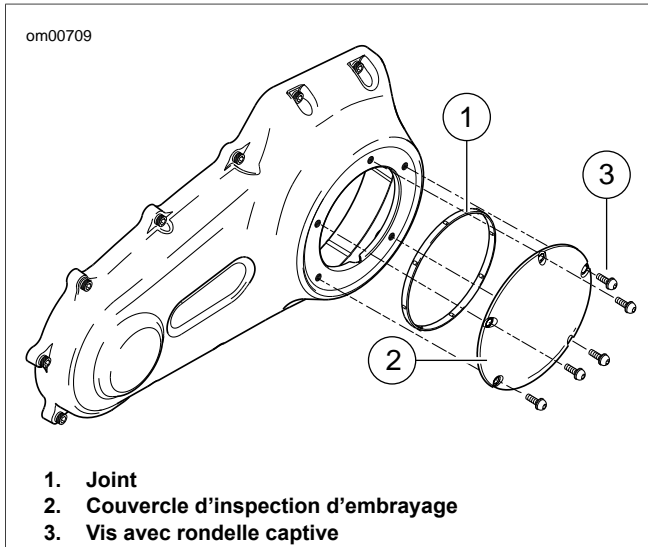
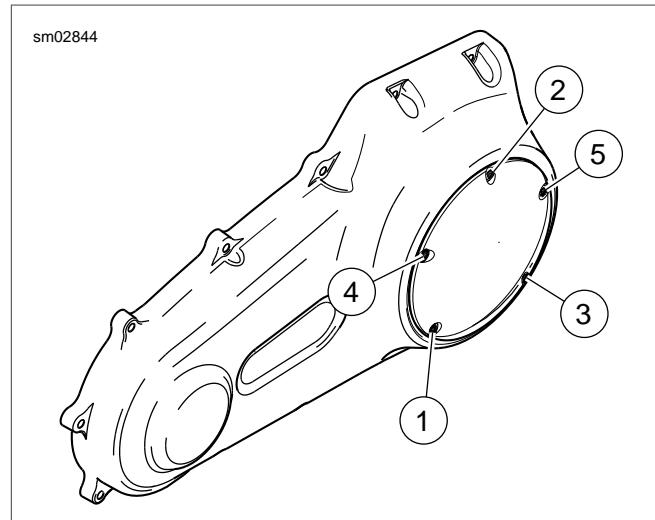

Figure 1-9. Couvercle d'embrayage
Figure 1-10. Séquence de serrage de couvercle d'embrayage
7. Voir Figure 1-9. Retirer les vis et les rondelles captives (3) pour enlever le couvercle d'inspection d'embrayage (2).
8. Retirer le joint (1). Essuyer l'huile de la rainure du couvercle du carter de chaîne et de la surface de montage.
- b. Voir Figure 1-9. Placer un **nouveau** joint (1) dans la gorge du couvercle d'inspection d'embrayage. Enfoncer chaque patte du joint dans la gorge.
- c. Fixer le couvercle d'inspection avec les vis et les rondelles captives (3).
- d. Voir Figure 1-10. Serrer en utilisant la séquence indiquée, à un couple de 9,5 à 12,2 N·m (84 à 108 lb·po).
- Voir Figure 1-10. Fixer le couvercle d'inspection de l'embrayage. Serrer les vis en utilisant la séquence, à un couple de 9,5 à 12,2 N·m (84 à 108 lb·po).